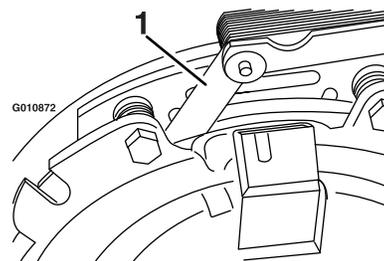
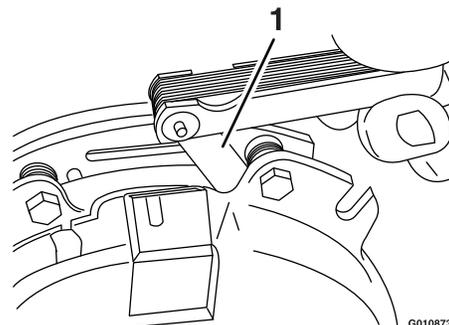

Figura 71
Figura 72
- E. Usando una galga de 0.25 mm (0.010"), compruebe la presencia de un espacio entre el rotor y la cara de la armadura en ambos lados del polo del freno, según se indica en Figura 71 y Figura 72.